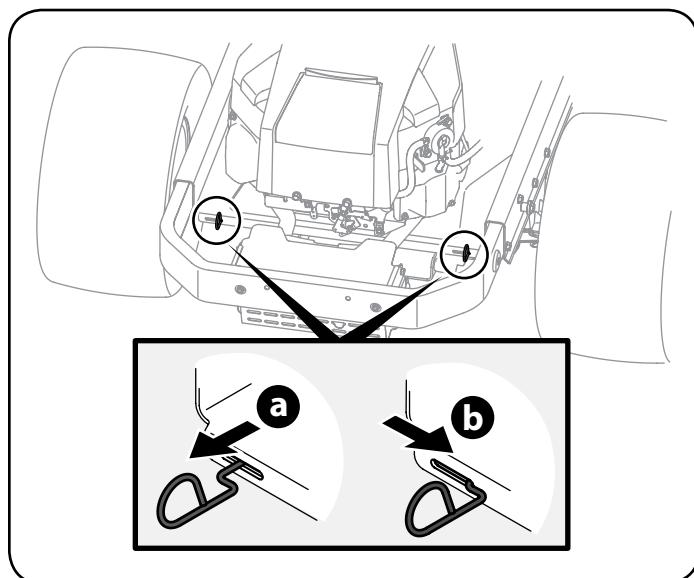

Figura 9
- Ubique las dos varillas de derivación de transmisión, justo delante de los dos neumáticos traseros. Consulte la Figura 9.
- Enganche las varillas de derivación tirando cada uno (a) ya la derecha (b) para que encaje en su lugar. Ver Figura 9.
- Desenganche las varillas de derivación invirtiendo los pasos a & b después de mover el tractor. Ver Figura 9.